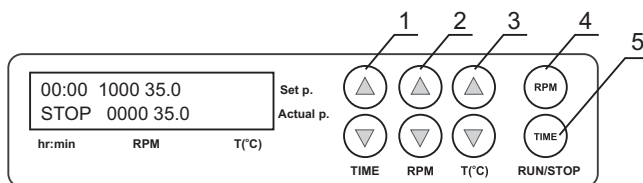

Рис.1
- 4.3 С помощью соответствующих кнопок «▲» и «▼» (рис. 1/1) установите необходимый интервал времени в часах и минутах (шаг – 1 мин). Если кнопка удерживается нажатой длительное время, шаг смены значений увеличивается.
- 4.4 С помощью соответствующих кнопок «▲» и «▼» (рис. 1/2) установите необходимое количество оборотов в минуту (шаг – 10 об./мин). Если кнопка удерживается нажатой длительное время, шаг смены значений увеличивается.
- 4.5 С помощью соответствующих кнопок «▲» и «▼» (рис. 1/3) установите необходимую температуру (шаг – 0.1 °C). Если кнопка удерживается нажатой длительное время, шаг смены значений увеличивается.
4.7 Нажать кнопку **RPM-RUN/STOP** (рис.1/4). При этом начинается движение платформы, и таймер начнет отсчет установленного интервала времени (с точностью до 1 мин).
- 4.10 При необходимости можно перезапустить таймер во время его работы. Для этого дважды нажмите кнопку **TIME RUN/STOP** (рис. 1/5) (первый раз для остановки таймера, второй - для повторного запуска).
Внимание! По истечении заданного интервала времени, вращение платформы прекращается автоматически, но нагрев можно прекратить, только сокращая температуру кнопкой T,°C «▼» (рис. 1/3 – нижняя кнопка) до появления индикации OFF в верхней части дисплея.